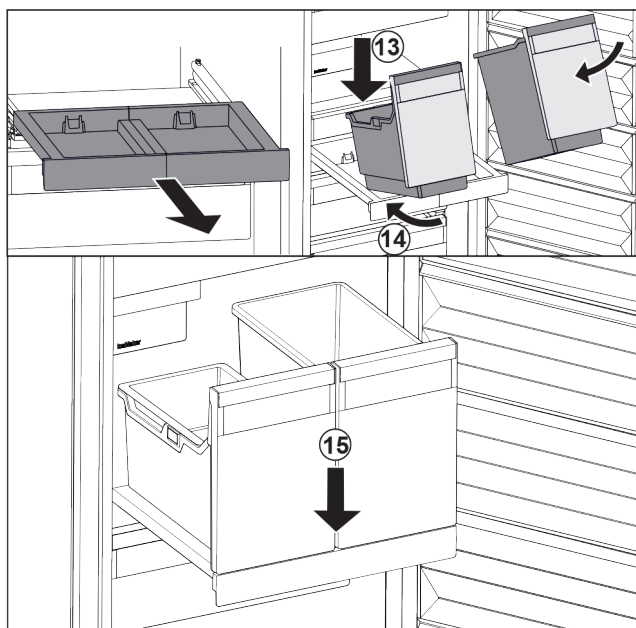

Fig. 105
- ▶ 将容器斜放在拉出式搁板上。 Fig. 105 (13)
- ▶ 将容器斜着向后推入。 Fig. 105 (14)
- ▶ 放下容器前部。 Fig. 105 (15)